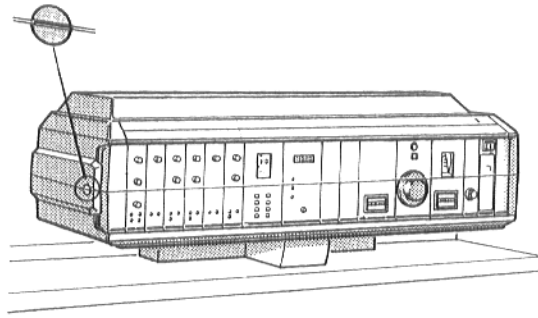

Рис. 29
- Установить шлиц винта прозрачного покрытия регулятора (рис. 29) в горизонтальное положение, например при помощи монеты. Снять прозрачное покрытие в направлении вперед.
Для того, чтобы открыть дверцу горелки, необходимо ослабить винты или гайки шпилек указанных на рис. 29.